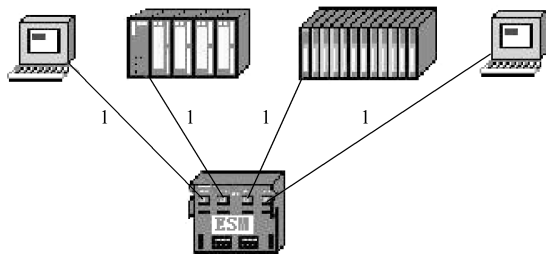

图 8-159 拓扑图
1) 星形。管理方便、容易扩展、需要专用的网络设备作为网络的核心节点、需要更多的网线且对核心设备的可靠性要求高。采用专用的网络设备（如集线器或交换机）作为核心节点，通过双绞线将局域网中的各台主机连接到核心节点上，这就形成了星形结构。星形网络虽然需要的线缆比总线型多，但布线和连接器比总线型的要便宜。此外，星形拓扑可以通过级联的方式很方便地将网络扩展到很大的规模，因此得到了广泛的应用，被绝大部分的以太网所采用。如图 8-159 所示，1 台 ESM（Electrical Switch Module）交换机与两台 PLC 和两台计算机组成星形网络，这种拓扑结构在工控中很常见。